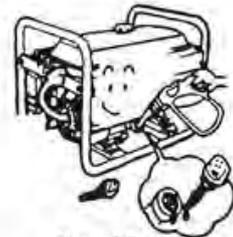

Рис. 12
3.1.4 Закрутити назад ковпачок масляного патрубку та затягніть його добре (Рис. 12).